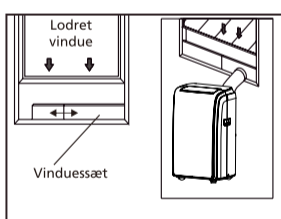

Fig. 5
- 4 Fastgør slangendløbet ind i vinduessættet og pakningen. (Fig. 5 & 6)